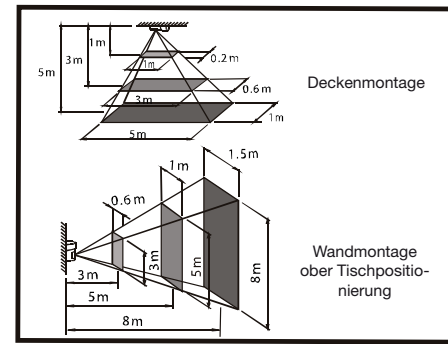

Fig. 4
1. Die Größe des Erfassungsbereichs hängt von der Höhe des Sensors über dem Boden ab. Abb. 4